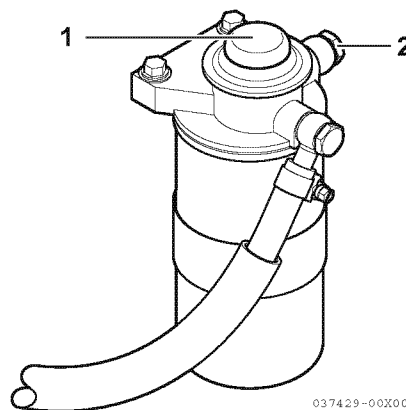

Figure 3
3. Allentare la vite di spurgo dell'aria (**Figure 3**, (2)).
4. Spingere su e giù la pompa del cicchetto (**Figure 3**, (1)) per far fuoriuscire aria dalla vite di spurgo dell'aria.